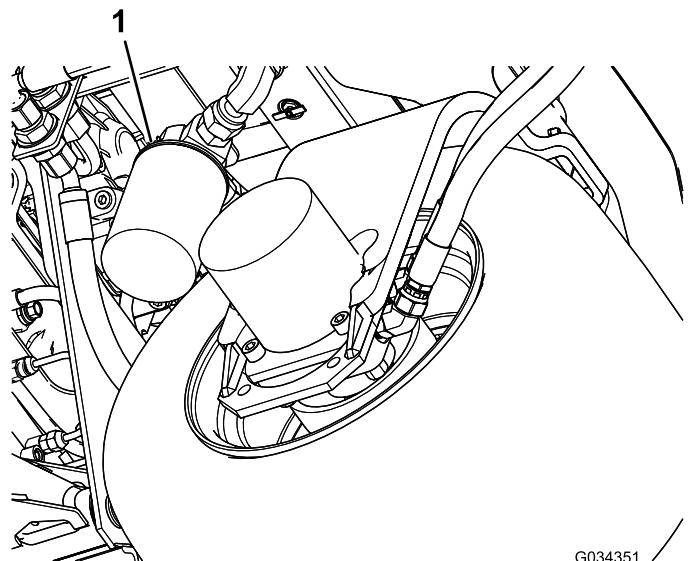

Figura 79
2. Pulite la superficie circostante il filtro. Collocate una bacinella di spurgo sotto il filtro (Figura 79), e togliete il filtro.